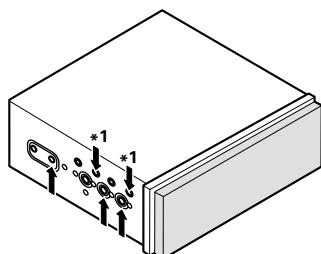
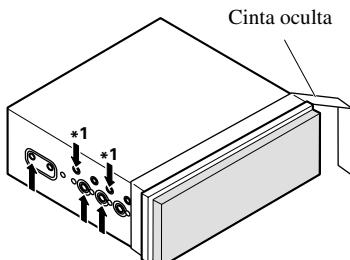
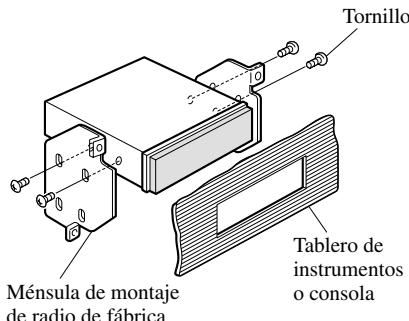

Fig. 17
Fig. 18
Fig. 19
- Fijación de este producto a la ménsula de montaje de radio de fábrica. (Fig. 17) (Fig. 18) (Fig. 19)**